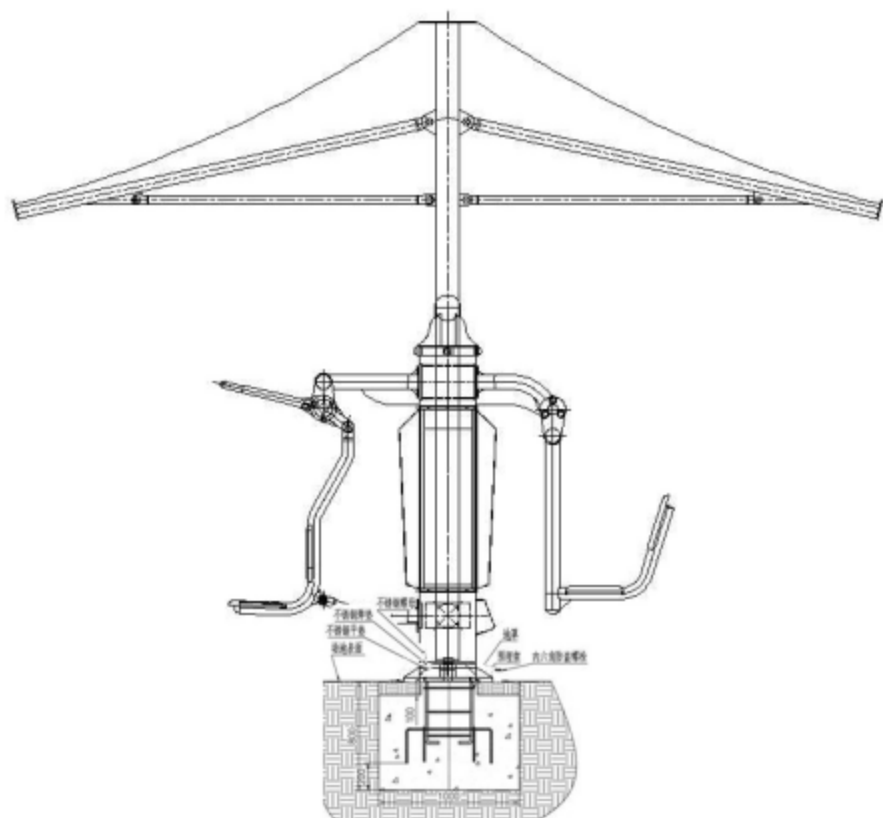

图6
6) 养护7天以后，向混凝土基坑中回填场地土至与地面平齐，将器材按下图进行安装（如图6），调节器材支撑立柱和主体与场地表面垂直，垂直度公差